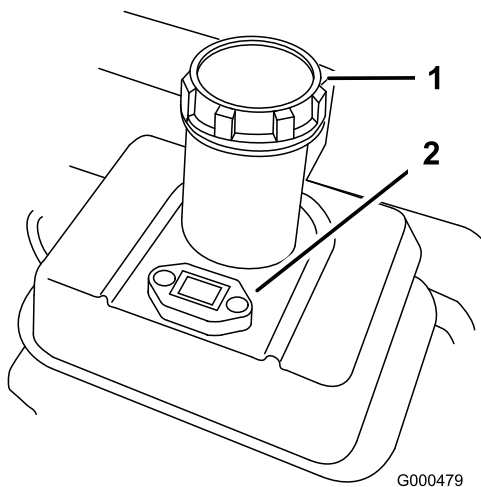

Bild 15
1. Reinigen Sie die Bereiche um den Tankdeckel herum und nehmen Sie den Deckel ab (Bild 15). Füllen Sie den Tank mit bleifreiem Benzin nur bis zur unteren Kante des Filtergitters auf. Füllen Sie nicht zu viel ein.